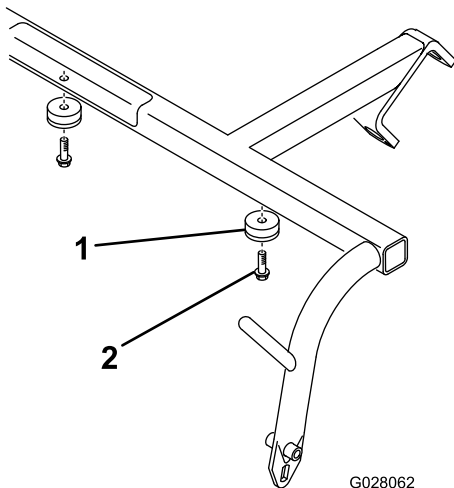

Figura 3
2. Monte os dois amortecedores embutidos no lado inferior de cada tubo cruzado do braço de tração com dois parafusos autorroscantes com cabeça anilhada (Figura 3).
- A. Retire os parafusos, ou porcas se equipadas, que fixam as extremidades exteriores de cada eixo do rolo antidanos a cada extremidade da estrutura da carroçaria (apenas extremidade exterior dos eixos); consulte a Figura 3.